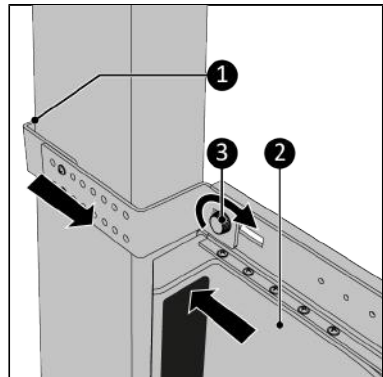

Abbildung 115.
- Drücken Sie den Way-out fest gegen den Fensterrahmen (Abbildung 115, Pos. 2).
- Ziehen Sie die Halterung so weit wie möglich zu sich heran (Abbildung 115, Pos 1) sodass diese richtig klemmt.
- Ziehen Sie die Schraubkappe (Abbildung 115, Pos. 3) fest.